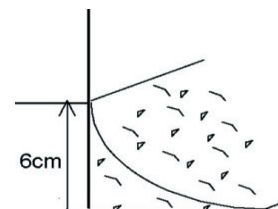

Fig. 4
6. Grusvoll på innsiden av bassenget (fig. 4)